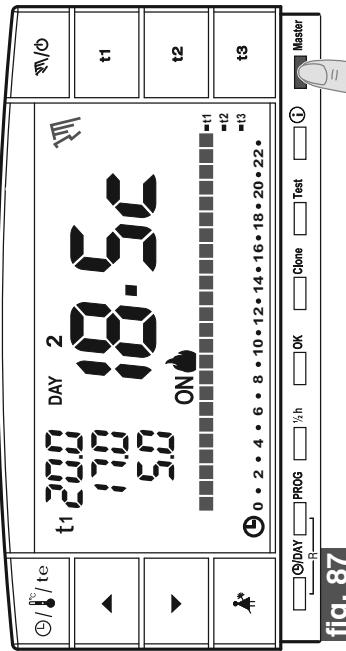

fig. 87
- Premere brevemente il tasto "Master"; sul display scompare la scritta **Master**: il cronotermostato rimane in funzionamento "manuale permanente" e le zone assegnate al master tornano sotto il controllo dei rispettivi trasmittitori (esempio in fig. 87).